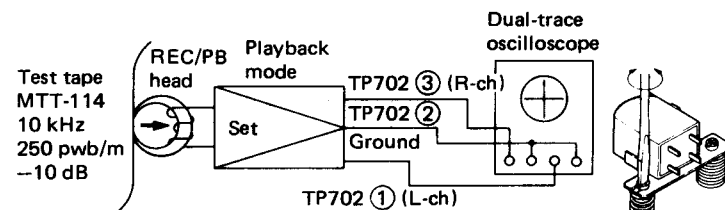

Figure 17-2
- 1) Make connection of instruments as shown in Fig. 17-2.
- 1) Die Instrumente gemäß Abb. 17-2 anschließen.
- 1) Brancher les instruments comme le montre la Fig. 17-2.